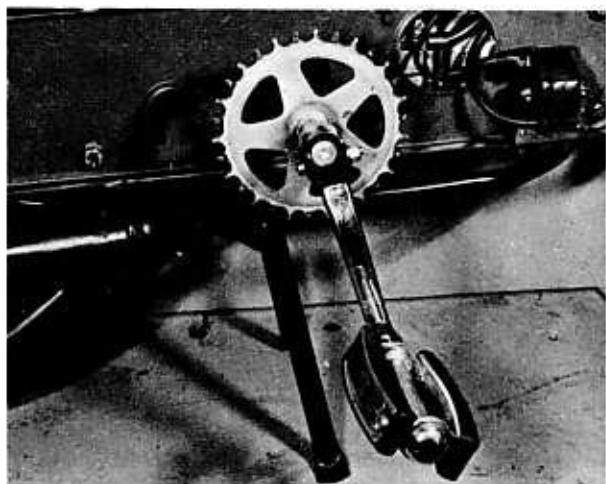

Bild 79
- Nach dem Abnehmen der linken Tretkurbel kann die Tretkurbelwelle nach rechts herausgezogen werden (Bild 79). Es genügt, Welle und Büchsen gelegentlich zu schmieren, da die Abnutzung sehr gering ist. Abgenutzte Büchsen können aus ihren Sitzen ausgetrieben und durch neue ersetzt werden, die eingetrieben werden. Die Pedale können von den Kurbeln abgeschraubt werden. Das rechte Pedal ist mit einem Rechtsgewinde, das linke Pedal mit einem Linksgewinde versehen.